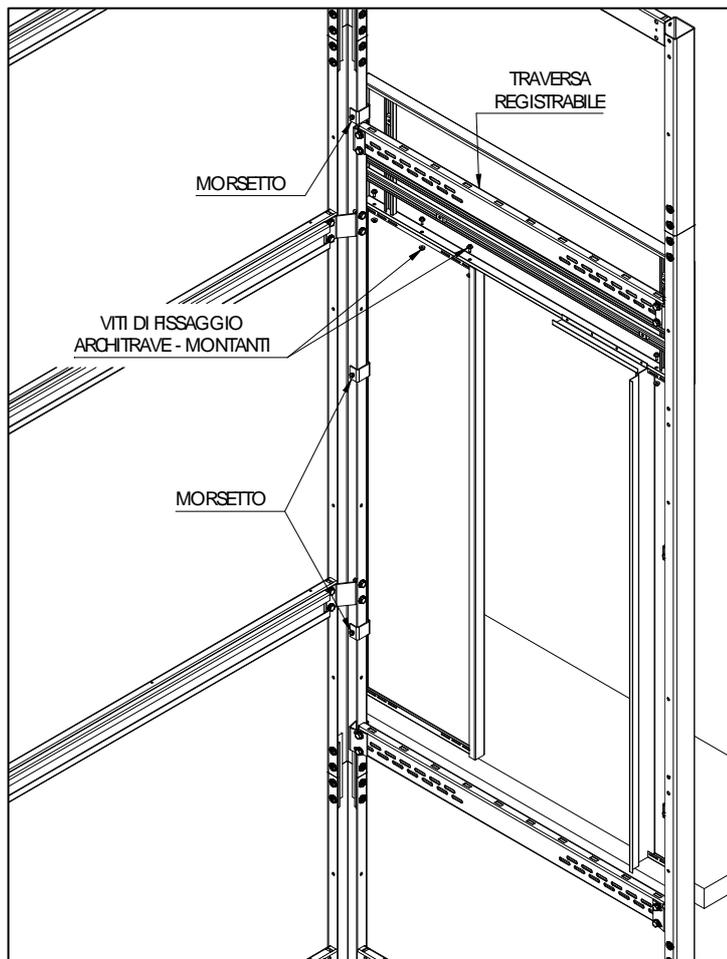

Fig. 18.2
- ✓ Iniziare ad inserire i pannelli dal basso, a partire dalla prima traversa utile. Inserire la guarnizione in spugna fra i pannelli e i montanti (Fig. 18.2).
- ✓ Dovranno essere montati 3 morsetti per ogni lato dell'inquadramento, indicativamente posti come mostrato in Fig. 18.2 e comunque in grado di fornire un fissaggio inferiore, un fissaggio intermedio ed un fissaggio superiore.
- ✓ Per il fissaggio dei particolari dell'inquadramento fare riferimento alle Fig. 18.2, 18.3, 18.4 e 18.5 del capitolo 18 "INQUADRAMENTO PER PORTE SENZA TELAIO".